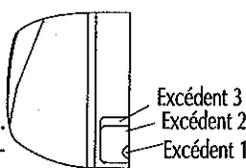

Fig. 2
1. Lorsque vous insérez les tuyaux et les fils dans l'appareil interne, coupez l'excédent à partir du châssis, au besoin (comme l'indique la figure 2). (1). Coupez l'excédent 1 si vous insérez uniquement le fil;